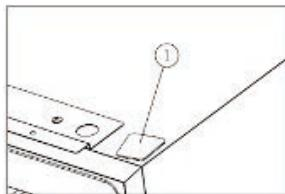

Figure 4
- Installez le couvercle ①.[Figure 4]